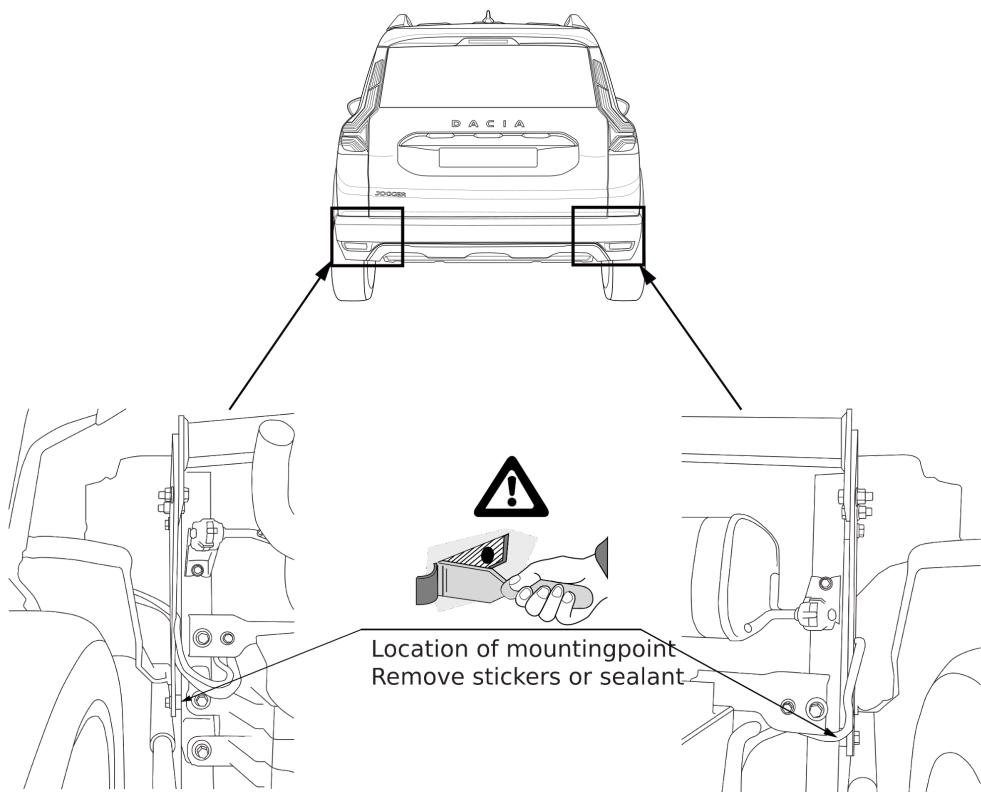

Fig. 1
1. Usunąć ewentualnie zlepiska z punktów montażowych. Patrz rysunek 1.
- По мере необходимости, удалить наклейки на местах крепления. См. рисунок 1.